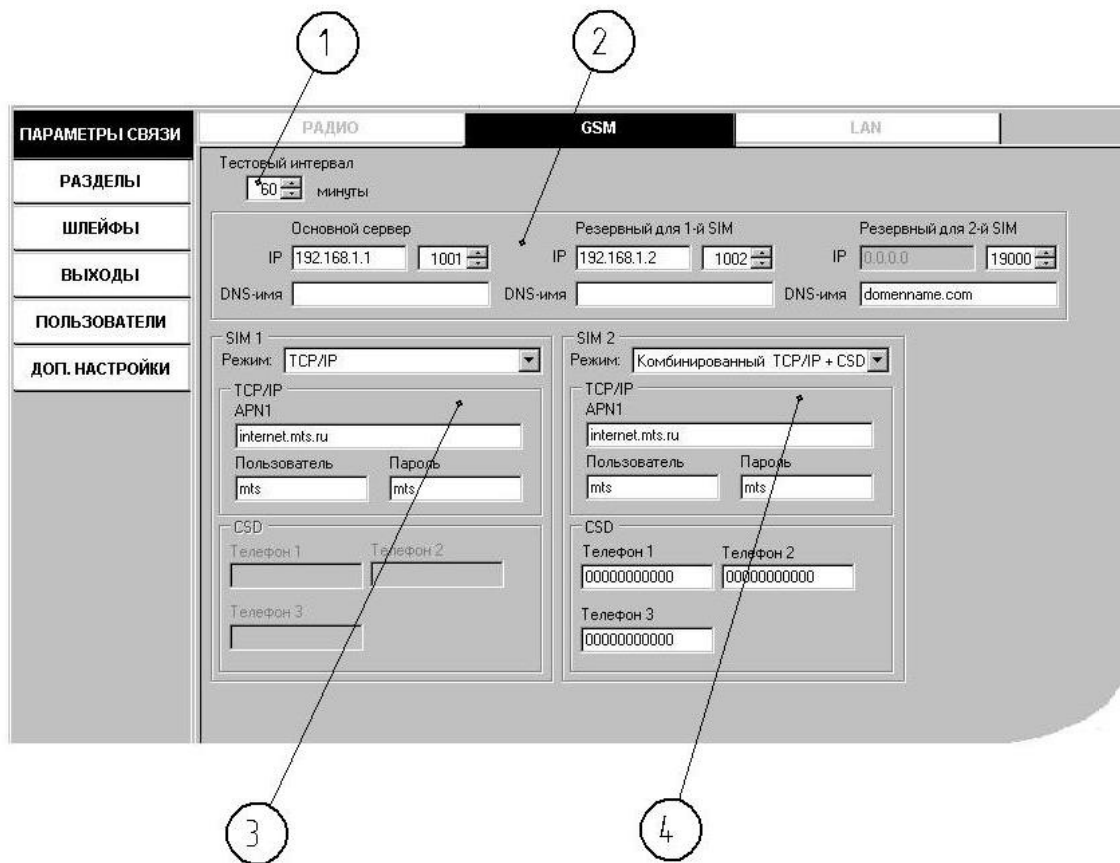

Рис. 6.
12. Кнопка перехода в меню настройки параметров связи прибора. Меню позволяет настроить параметры связи, которые могут различаться в зависимости от типа программируемого прибора. Для модема “Цербер GM-2” меню настройки параметров связи выглядит следующим образом (Рис. 6):